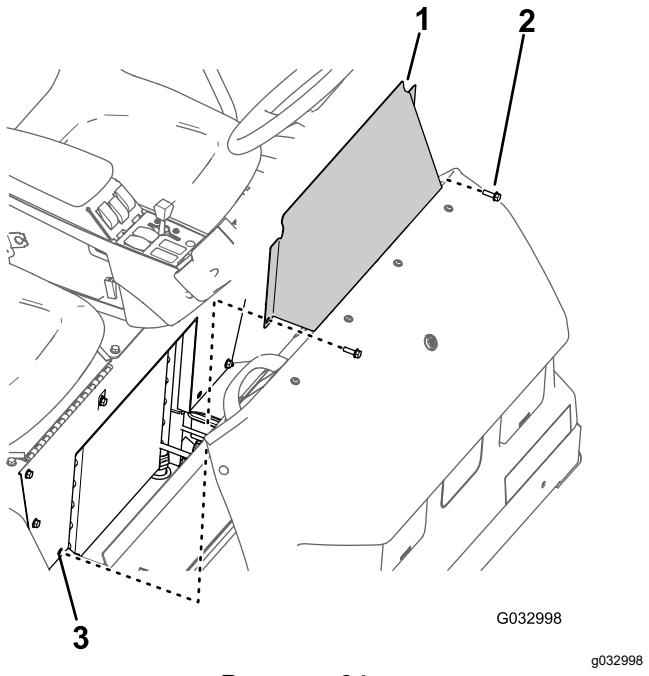

Рисунок 64
- Выверните два болта с фланцем, которые крепят панель доступа к основанию сиденья (Рисунок 64).
- Снимите панель доступа к основанию сиденья с машины (Рисунок 64).
- Совместите отверстия в панели доступа к основанию сиденья с отверстиями в основании сиденья (Рисунок 64).
- Прикрепите панель доступа к основанию сиденья с помощью двух болтов с фланцем (Рисунок 64), снятыми при выполнении пункта 1 раздела Демонтаж панели доступа к основанию сиденья \(страница 62\).